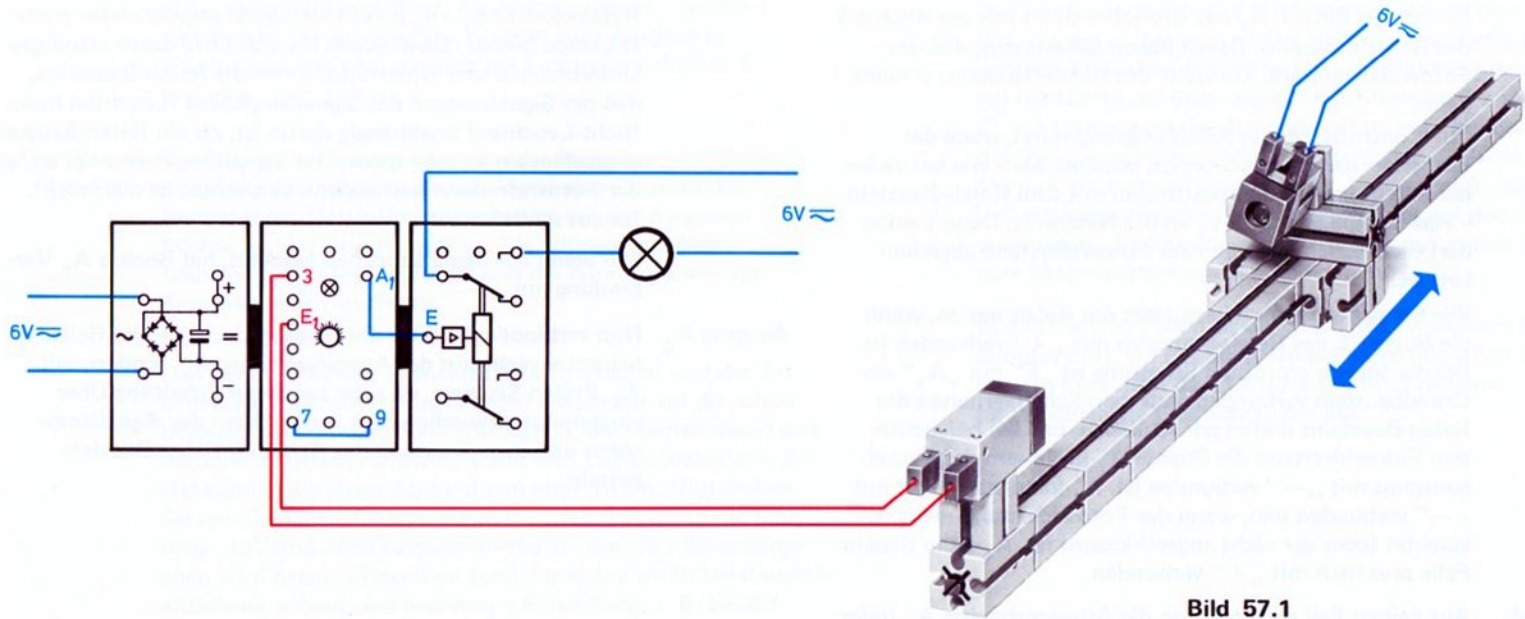

Bild 57.1
**Schaltverstärker** In der ersten Schaltung, die wir erproben, ist der Grundbaustein als Schaltverstärker zwischen den Fotowiderstand und den Relais-Baustein geschaltet. Bild 57.1 zeigt eine der vielen Zusammenbau-Möglichkeiten. Die Stromversorgung der Bausteine wird automatisch richtig hergestellt, wenn Sie zwischen die zusammengesteckten Bausteine jeweils einen Zwischenstecker einstecken.
Den Fotowiderstand (schwarze Störlichtkappe) und die ihn beleuchtende Lampe (Kugellampe) stellen wir auf die schon besprochene optische Band (Bild 57.1). Sie können damit den Abstand zwischen Fotowiderstand und Lampe verändern. Zuerst wählen Sie einen Abstand von etwa 10 cm. Nun drehen Sie den Drehknopf langsam von der Stellung „1“ in die Stellung „10“ und dann langsam wieder zurück. Das Signallämpchen wird dabei aufleuchten (und das Relais im Relais-Baustein anziehen), sobald eine bestimmte Einstellung, z. B. bei der Zeigerstellung „6“ überschritten wird. Umgekehrt wird das Signallämpchen erlöschen, sobald Sie den Drehknopf in eine Stellung unter diesem Wert drehen.